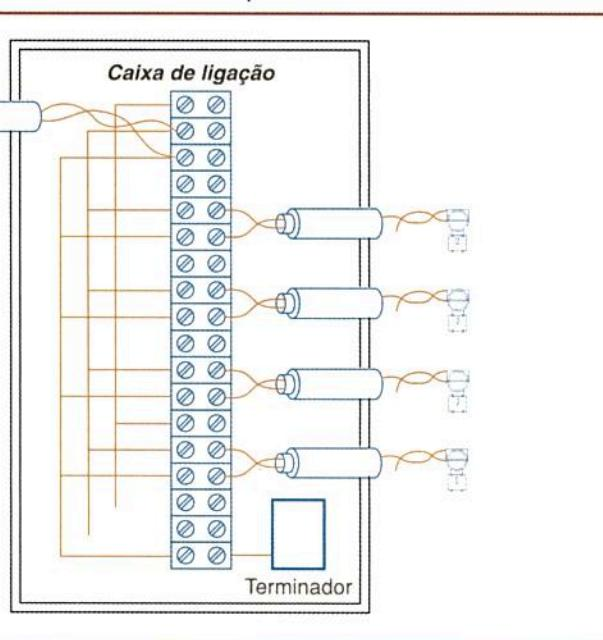

Figura 8
c) Resistores de proteção como visto na figura 8, abaixo, para proteger o barramento do tráfego entre outras estações dos efeitos de um *spur* em curto-círcuito num *trunk* desenergizado, não intrinsecamente seguro.
Através das ligações internas dos acopladores (**Figura 8**), pode-se construir várias topologias.